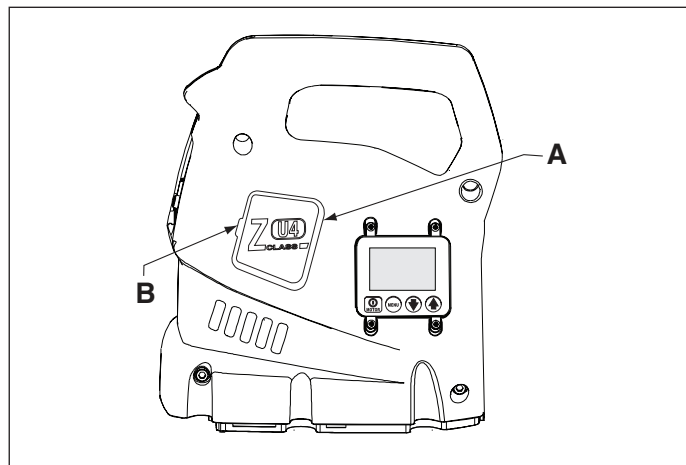

Figura 8, Remoção do Tampão da Escova
2. Remova ambos os tampões da escova (A) soltando a trava da tampa da escova (B) e, gentilmente, movendo-as para fora. Ver Figura 8.